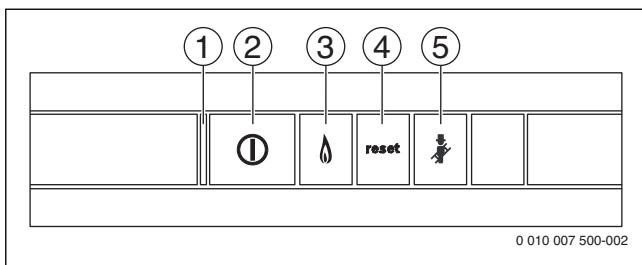

Fig. 8 Taste de operare
- Porniți aparatul prin intermediul întrerupătorului de pornire/oprire (→ Fig. 8).